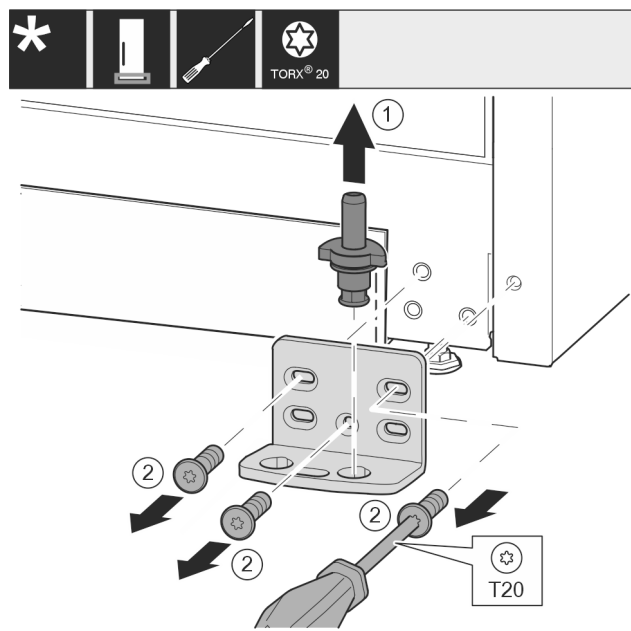

Fig. 17
- ▶ Izvucite svornjak ležaja Fig. 17 (1) potpuno prema gore.
- ▶ Odvijačem odvrnite vijke Fig. 17 (2) i skinite podložak ležaja.